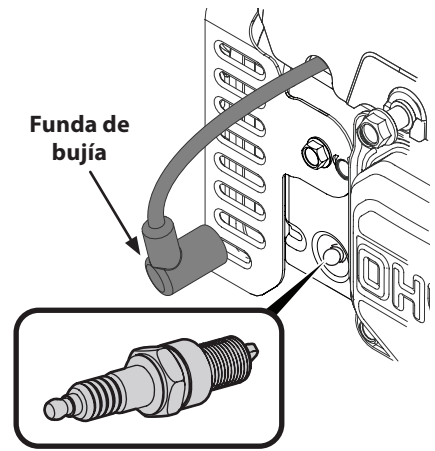

Figura 6-9
- Retire la funda de bujía y utilice una llave para bujías para extraer la bujía. Vea la Figura 6-9.